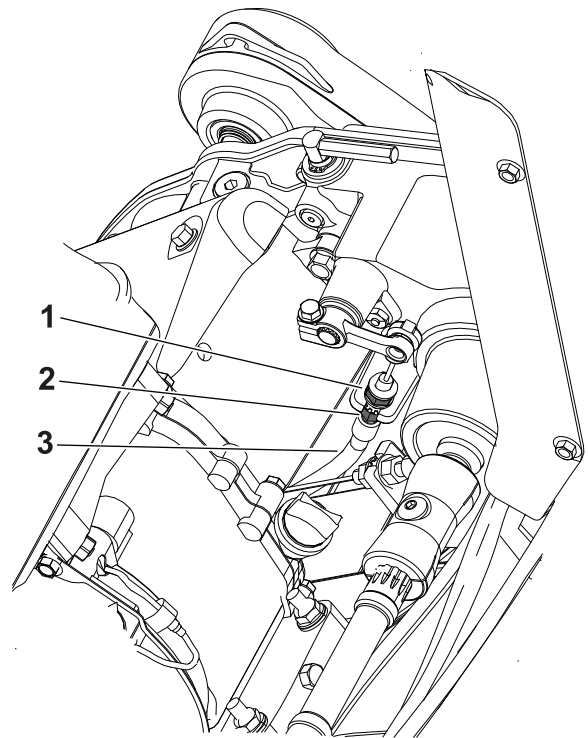

Figure 37
- Pour augmenter la tension du câble, desserrez l'écrou de blocage avant et serrez l'écrou de blocage arrière (Figure 37). Répétez l'opération 2 et ajustez la tension au besoin.
- Pour diminuer la tension du câble, desserrez l'écrou de blocage arrière et serrez l'écrou de blocage avant (Figure 37). Répétez l'opération 2 et ajustez la tension au besoin.